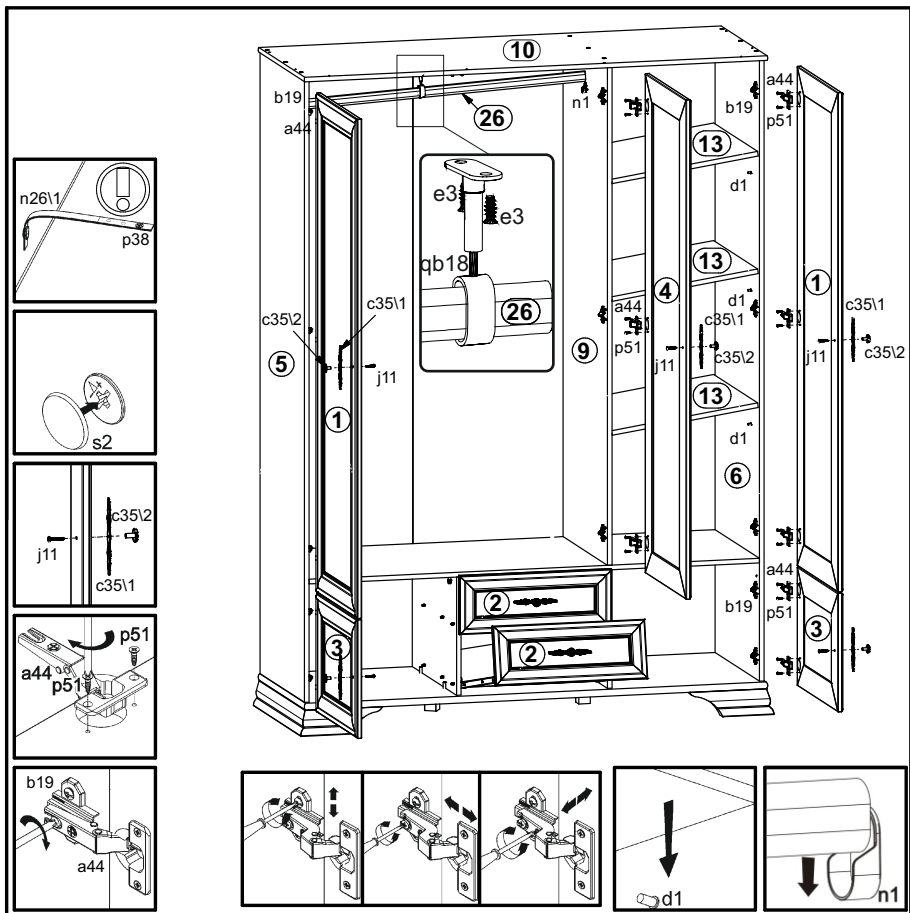

Рисунок 9
24. Положить двери **1, 3, 4** фасадной поверхностью вниз на ровную поверхность и закрепить на них петли шарнирные **a44** шурупами **p51** (см. рис.9).
25. Навесить двери **1, 3, 4** на корпус шкафа, совместив петли шарнирные **a44** с ответными планками петель **b19**. При необходимости отрегулировать положение дверей, вращая регулировочные винты (см. рис. 9).
27. Вставить штангу стационарную **26** в опору среднюю штанги **qb18** (см. рис. 9).
28. Установить на штангодержатели **n1** штангу стационарную **26** (см. рис. 9).
29. Закрепить опору среднюю штанги **qb18** винтами **e3** к шиту верхнему **10**, отрегулировав штангодержатель **qb18** по высоте (см. рис. 9).
30. Установить полки переставные **13** на полкодержатели **d1** в соответствии с рис. 9.